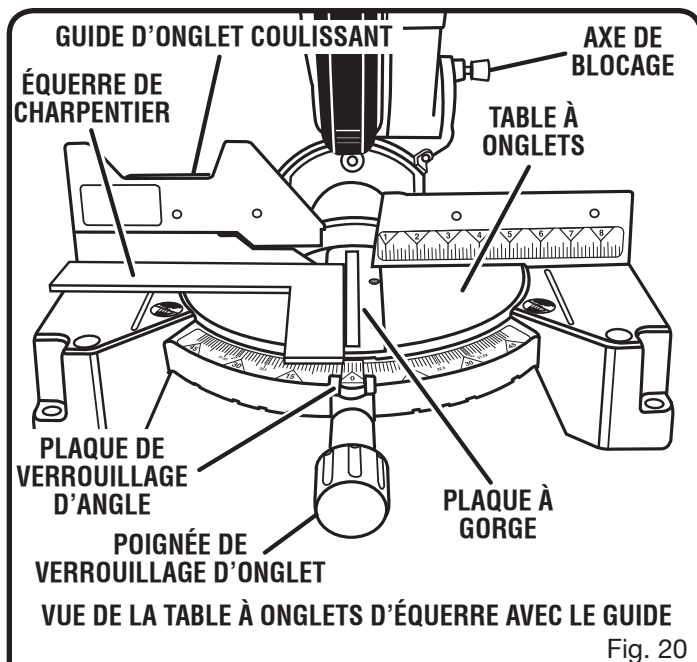

Fig. 20
Voir les figures 20 à 23.
- Poser une équerre de charpentier à plat sur la table à onglets. Placer une branche de l'équerre contre le guide. Placer l'autre branche de l'équerre à côté de la plaque à jeu de la table à onglets. Le bord de l'équerre et la plaque de jeu de la table à onglets doivent être parallèles, comme illustré à la figure 20.